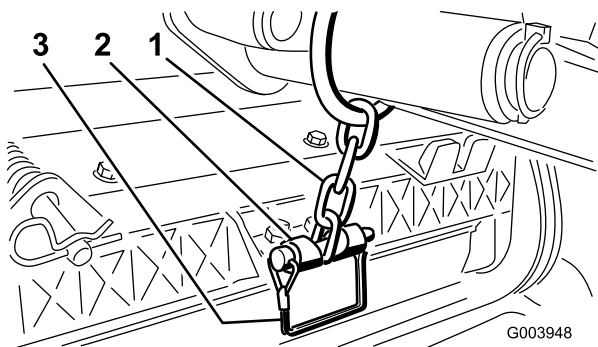

Рисунок 12
- 12. Прикрепите цепь подъемного рычага к кронштейну цепи с помощью стопорного штифта (Рисунок 12).